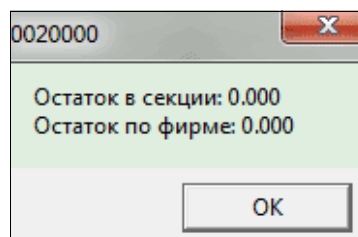

Рис. 5.11.
- *Остаток по товару* (клавиша **Пробел** на клавиатуре) - информация о текущем остатке по товару в выбранной секции и по фирме на текущий момент (см. рис.5.11.);